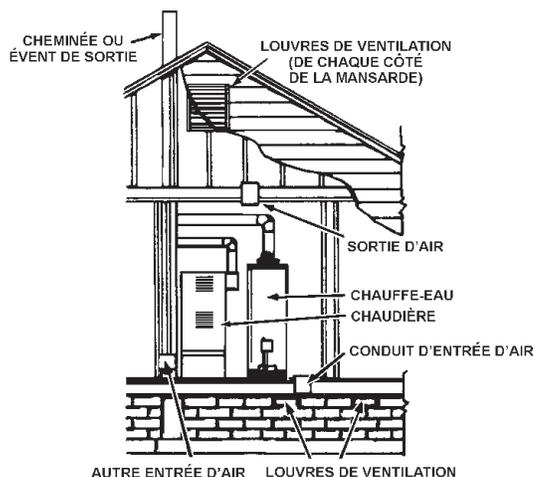

FIGURE 12
B. L'AIR EST ENTIÈREMENT TIRÉ DE L'EXTÉRIEUR DU BÂTIMENT (fig. 12, 13 et 14)
- Chaque ouverture qui communique directement avec l'extérieur doit comporter une surface libre d'au moins 1 po² par 4 000 Btu/h (5,5 cm²/kW) de débit calorifique nominal total de tous les appareils se trouvant dans l'enceinte (fig. 12).